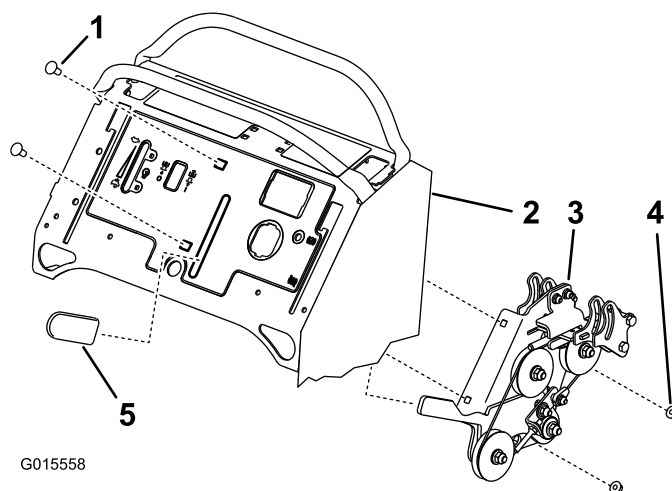

Figure 11
3. Placez l'ensemble de commande de vitesse dans la tour et fixez-le à la tour avec 2 boulons de carrosserie (5/16 x 1 pouce) et 2 écrous à embase (5/16 pouce) (Figure 11).
4. Placez la patte de préhension en caoutchouc sur le levier de commande de vitesse (Figure 11).